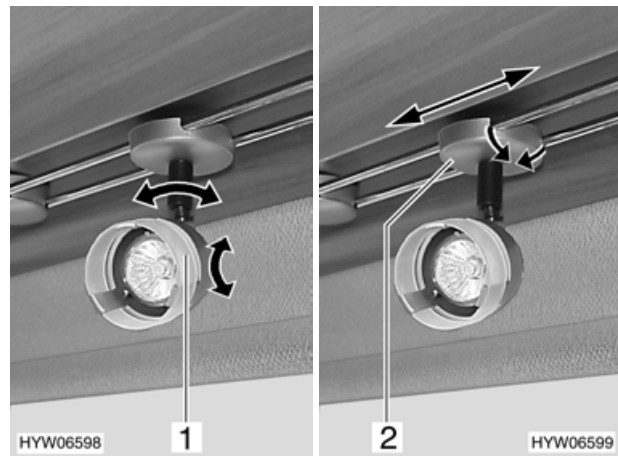

Fig. 50 Faretto
- Afferrare l'involucro (Fig. 50,1) e girarlo.
- Afferrare il faretto per l'attacco (Fig. 50,2).